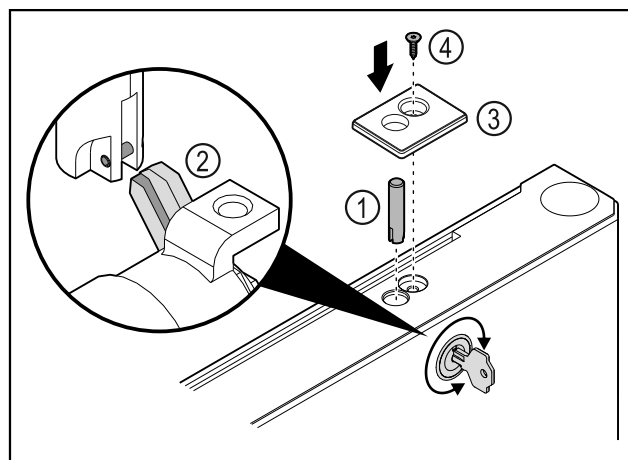

Fig. 42
- ▶ Τοποθετήστε τον πείρο της κλειδαριάς Fig. 42 (1).
- ▶ Περιστρέψτε ελαφρά την κλειδαριά, για να κουμπώσει ο πείρος της κλειδαριάς Fig. 42 (2) στη σχισμή της κλειδαριάς.
- ▶ Τοποθετήστε το κάλυμμα Fig. 42 (3).
- ▶ Τοποθετήστε τη βίδα Fig. 42 (4).